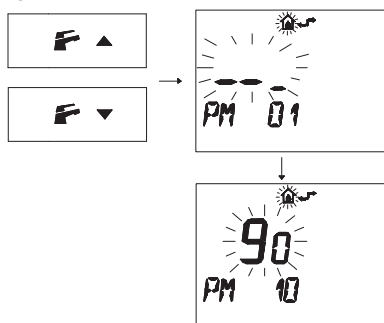

Figura 5.65
- Premere i pulsanti **F** ▼ o **F** ▲ per visualizzare la programmazione "PM10" selezione della frequenza di accensione (Figura 5.65).
Nella Figura 5.65 si visualizza un SET programmato di **90** corrispondente ad un tempo di riaccensione di 3 minuti circa. Il campo di regolazioni è da 0 a 8 minuti e mezzo. Ogni passo incrementato o decrementato corrisponde a 2 secondi.